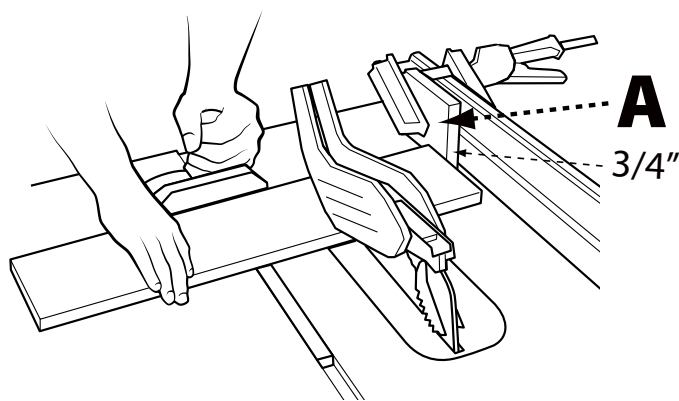

FIGURA 36
Al realizar cortes transversales en varias piezas a la misma longitud, puede sujetar un bloque de madera (A) (consulte la Figura 36) a la guía y usarlo como un calibre de corte. El bloque (A) debe medir al menos  $\frac{3}{4}$  de pulgada (19 mm) de grosor para evitar que la pieza que está cortando se atasque entre la hoja y la guía. Después de determinar la longitud del corte, enganche la guía y use la galga de inglete para empujar la pieza de trabajo hacia la hoja.